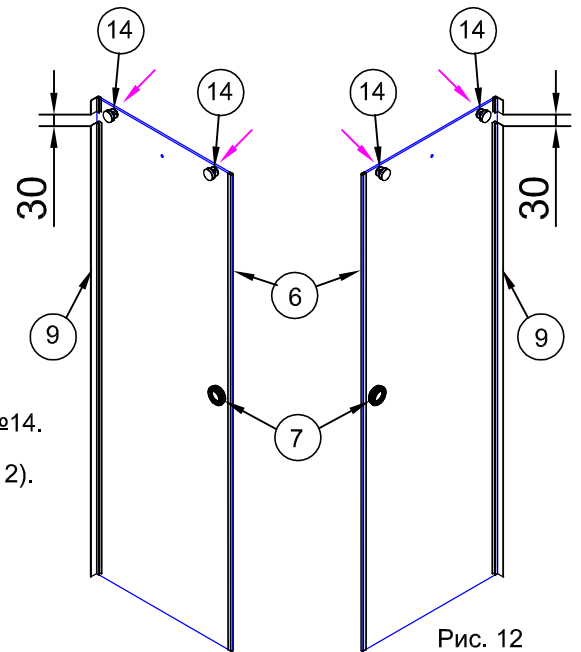

Рис. 12
4.1. На двери (стекло №2) установить ручки "блинчик" №7. На торцы со стороны ручек установить уплотнители №6. На противоположные торцы установить уплотнители №9. Выступающее крыло уплотнителей должно быть на внешнюю сторону. Между коротким и длинным отрезками нужно оставить промежуток 30 мм для прохождения рельса (рис.12).
4.2. В два верхних отверстия с внешней стороны установить два ролика №14. С внутренней стороны поставить крепежные шайбы и затянуть винты (рис.12).